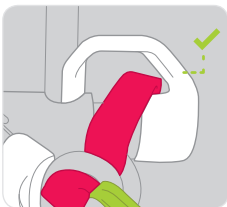

Abbildung 8
- Sicherstellen, dass die Führung des Freigabeseils unbeschädigt ist (siehe Abbildung 8).